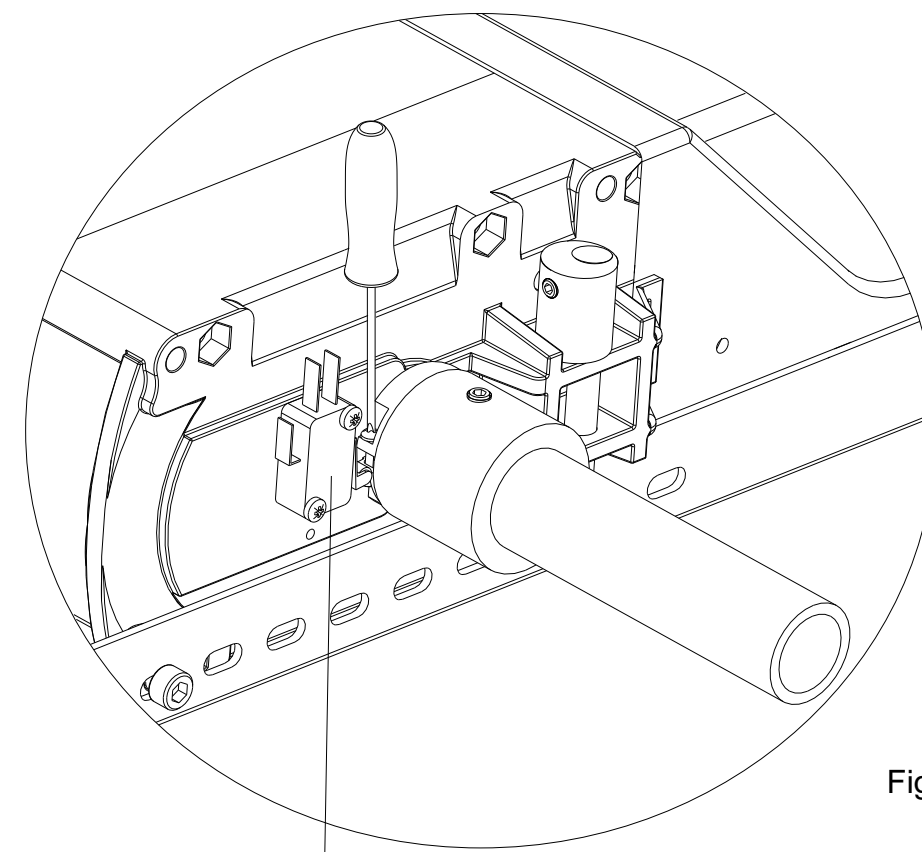

Fig. 3
- 3 Ruotare la camma 1 come in Fig. 1 fino allo schiacciamento del micron (Fig. 3)
- 4 Fissare la camma all'albero avvitando l'apposita vite (Fig. 3)
- 6 Ruotare la camma 2 come in Fig. 1 fino allo schiacciamento del micron (Fig. 3)
- 7 Fissare la camma all'albero avvitando l'apposita vite (Fig. 3)
- 3 Girar la leva 1 como en la Fig. 1 hasta el aplastamiento del microinterruptor (Fig. 3)
- 4 Fijar la leva al eje atornillando el tornillo (Fig. 3)
- 6 Girar la leva 2 como en la Fig. 1 hasta el aplastamiento del microinterruptor (Fig. 3)
- 7 Fijar la leva al eje atornillando el tornillo (Fig. 3)
- 3 Tourner la came 1 comme dans Fig. 1 jusqu'à l'écrasement du micro-interrupteur (Fig. 3).
- 4 Fixer la came à l'arbre en vissant la vis spéciale (Fig. 3)
- 6 Tourner la came 2 comme dans Fig. 1 jusqu'à l'écrasement du micro- interrupteur (Fig. 3)
- 7 Fixer la came à l'arbre en vissant la vis spéciale (Fig. 3)
- 3 Turn cam 1 as in Fig.1 until the microswitch is crushed (Fig.3)
- 4 Fix the cam to the shaft screwing the provided screw (Fig.3)
- 6 Turn cam 2 as in Fig.1 until the microswitch is crushed (Fig.3)
- 7 Fix the cam to the shaft screwing the provided screw (Fig.3)
- 4 Den Nocken an der Welle befestigen und die dafür vorgesehene Schraube festschrauben (Abb.3).
- 6 Den Nocken 2 wie in Abb. 1 bis zur Quetschung des Mikroschalter drehen (Abb.3)
- 7 Den Nocken an der Welle befestigen und die dafür vorgesehene Schraube festschrauben (Abb.3)